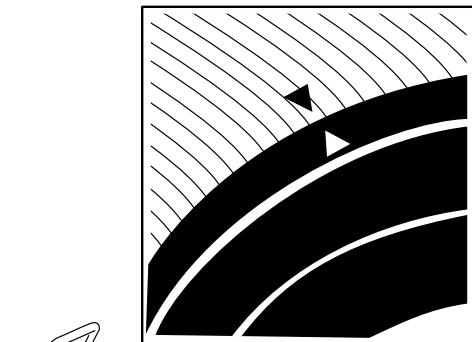

Figure 32
3. Tournez le déflecteur en avant, en alignant la flèche située à l'arrière sur celle située sur le carénage (Figure 32).